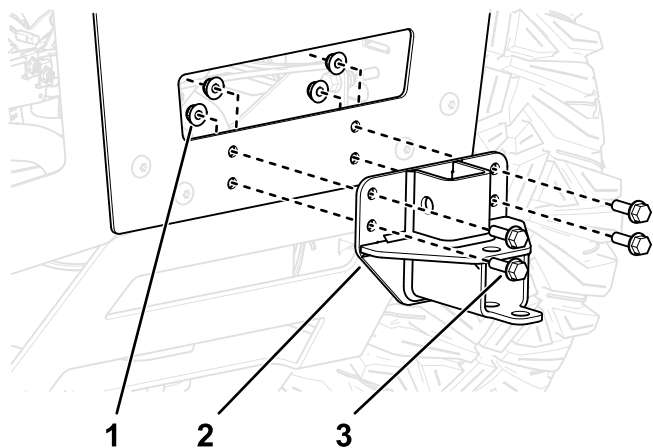

Figura 14
3. Instale el soporte de montaje del ensacador en la máquina como se muestra en la Figura 14.